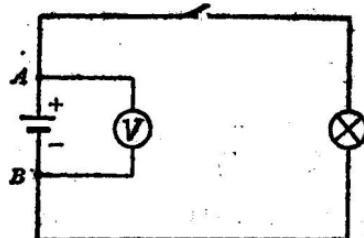

图 8-11
电压的大小，可以用伏特表（也叫电压表）来测量。测量时把伏特表跨接在待测部分的两端，如图8-11所示。图中符号⑦即表示伏特表。按下开关，表上的读数就是A、B两点间的电压。测量前要注意仪表的量程（即测量范围），不能使用量程小于被测部分电压的仪表进行测量；同时还要注意仪表的极性，即伏特表的正极接线柱要接电位高的点，负极接线柱要接电位低的点。不注意上述两点，均会烧毁表头。此外还可以用万用表（图8-12）来测量电压。测量时，把选择开关转到标有“V”
测量电源的电动势，也可用电压表，仍如图8-11所示。不过此时需要打开开关，切断外电路，因为只有在外电路断开后，电池两极间的电位差才等于电动势（证明从略）。